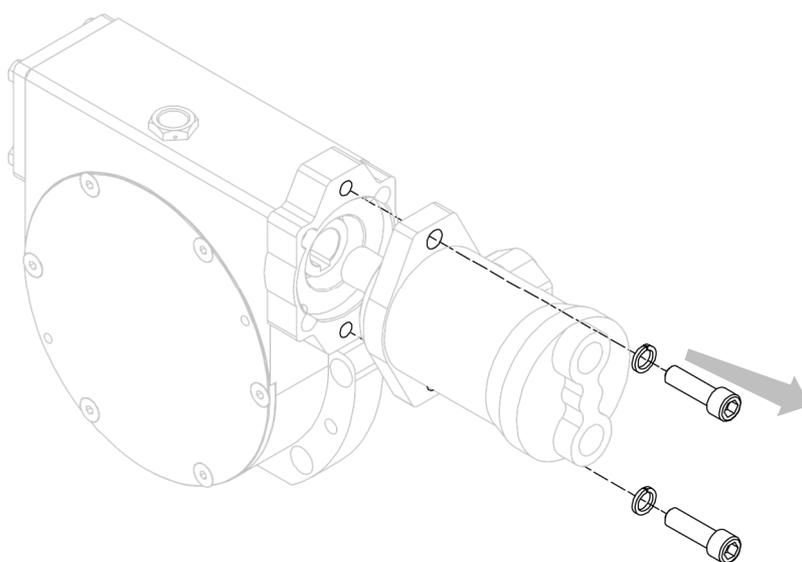

Figure 28
4. Séparer le moteur du réducteur, après avoir enlevé les vis qui le lient (voir *Figure 28*).